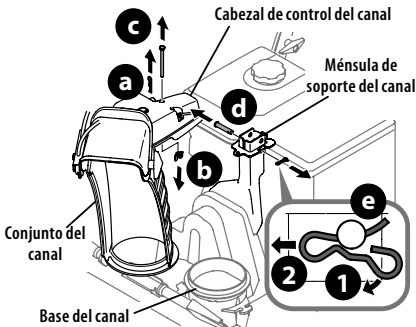

Figura 13
1. Retire el broche de horquilla (a), la tuerca de mariposa (b) y el tornillo hexagonal (c) del cabezal de control del canal, y el pasador de horquilla (d) y pasador de chaveta con unión curva (e) de la ménsula de soporte del canal (Figura 13).